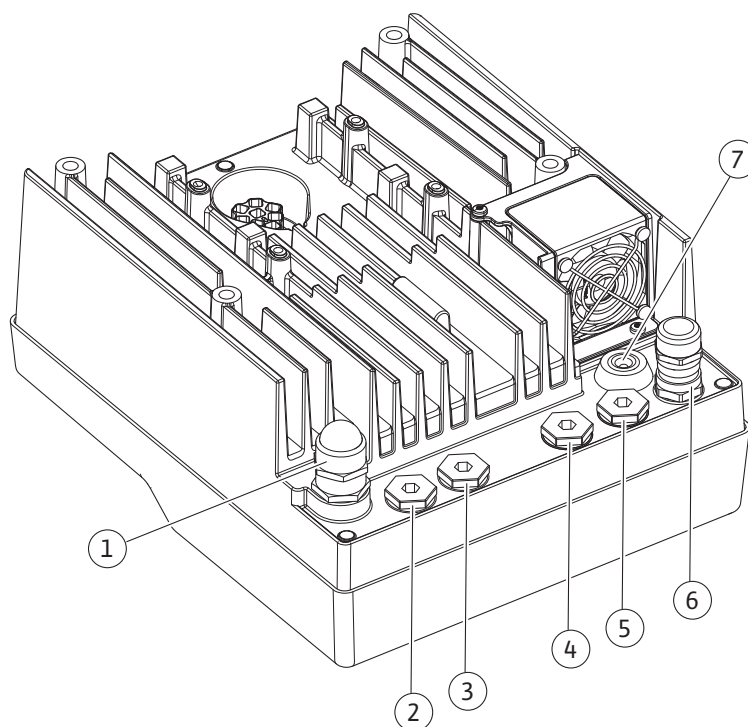

Fig. 10: Kabelskjøt med gjenger/kabelltilkoblinger
- CIF-modul på bygningsautomasjonen (BUS-kommunikasjon): Skjermingen kobles til kabelgjennomføringen på elektronikkmodulen (Fig. 10).
4. Tilkoblingskabelen må føres gjennom kabelskjøten med gjenger M25 (Fig. 10, pos. 1). Trekk til kabelskjøten med gjenger med angitt dreiemoment.